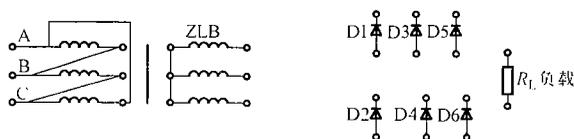

图 E-96
**Lc1E4074** 如图 E-96 所示元件，画出一个三相桥或整流电流。